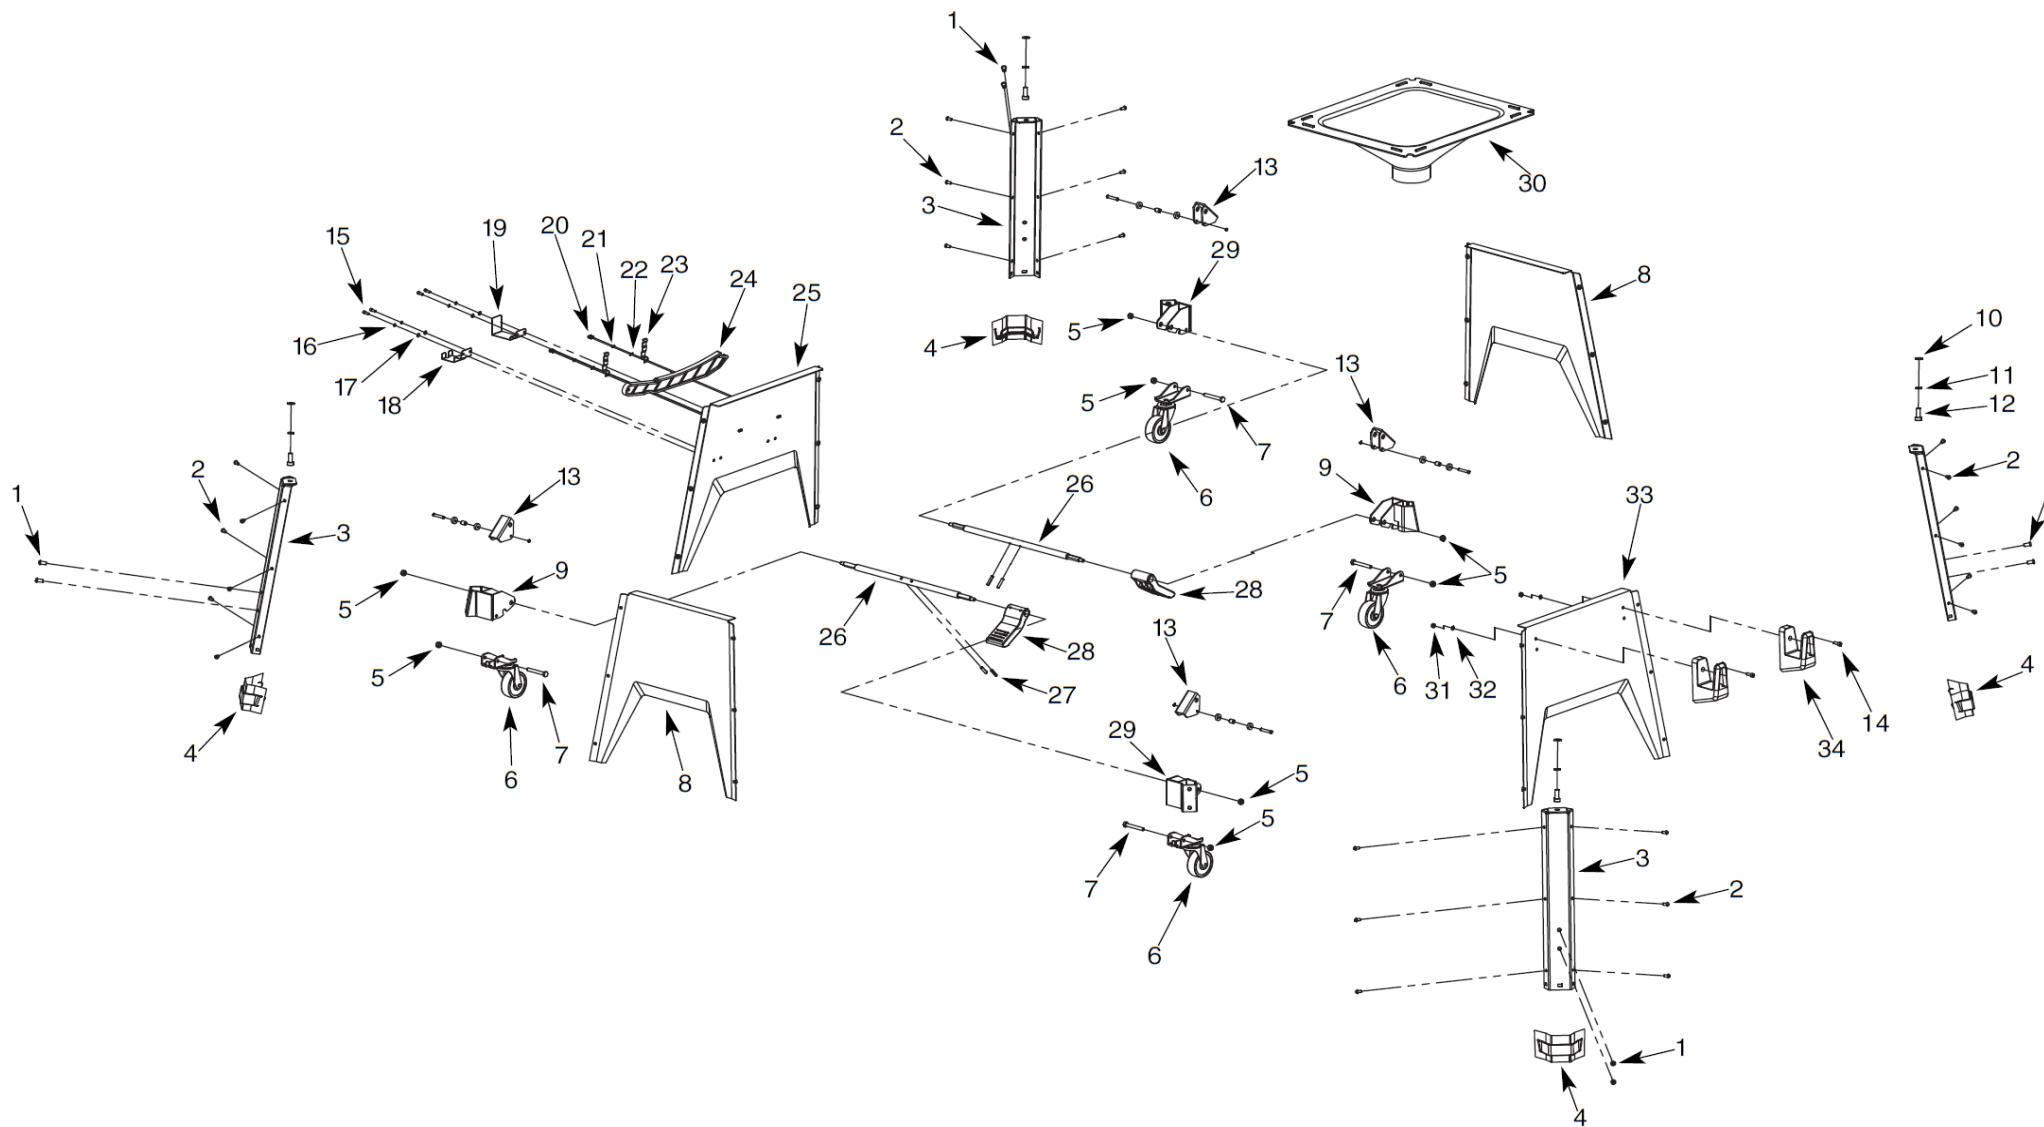

Рис. 4
**Детали сборки «Корвет 13М» (Рис. 4)**